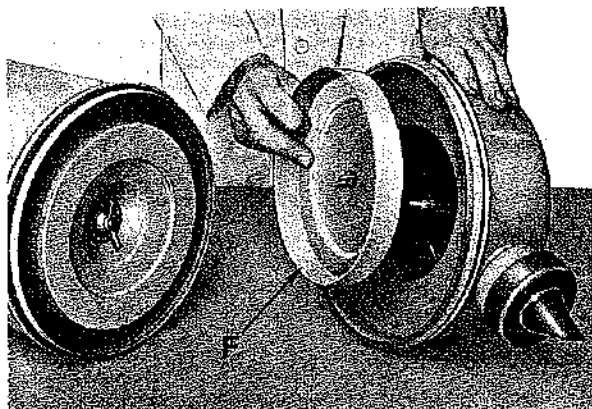

Fig. 66
- Svitare la fascetta (O) e togliere la polvere contenuta nel prefiltra.
- Rimuovere il coperchio F (Fig. 66) e svuotare il vano. Su filtri sprovvisti di valvola d'iezione. E questa operazione va eseguita anche giornalmente (Vedi pag. 3 Caratteristiche e manutenzione).